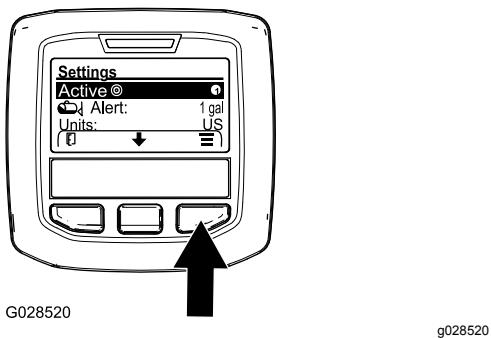

Figura 59
2. Premete il pulsante di selezione centrale per evidenziare le impostazioni del volume di applicazione attivo (Figura 59).
- Premete il pulsante di selezione destro per passare tra il volume attivo 1 e il 2 (Figura 59).